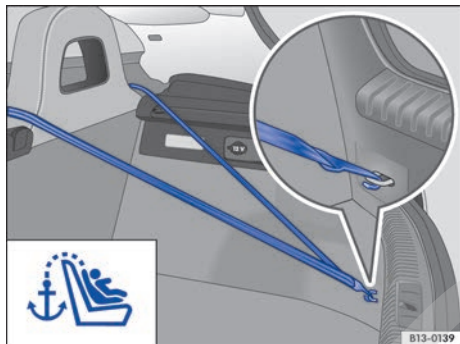

Fig. 41 En el maletero: cinturón de fijación superior enganchado.
- Enganche el cinturón de fijación superior en la argolla de amarre correspondiente del maletero → fig. 41.